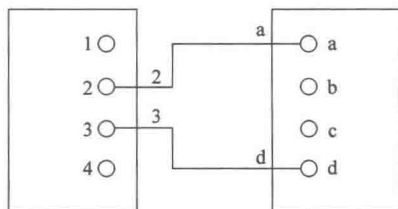

图 1-2
33. 如图 1-2 所示的导线标记是从属本端标记。 ( )